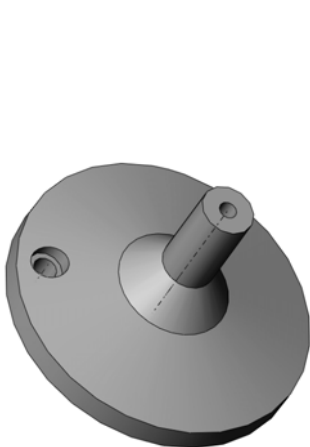

图 7-6 打开的文件实体
- (1) 选择菜单栏中的“视图”→“临时轴”命令，显示特征基准轴，如图 7-6 所示。
- (2) 在图形区选择原始样本特征（切除、孔或凸台等）。
- (3) 单击“特征”工具栏中的  (圆周阵列) 按钮，或选择菜单栏中的“插入”→“阵列/镜像”→“圆周阵列”命令，系统弹出“圆周阵列”属性管理器。
- (4) 在“要阵列的特征”选项组中高亮显示步骤(2)中所选择的特征。如果要选择多个原始样本特征，需按住〈Ctrl〉键进行选择。此时，在图形区生成一个中心轴，作为圆周阵列的圆心位置。